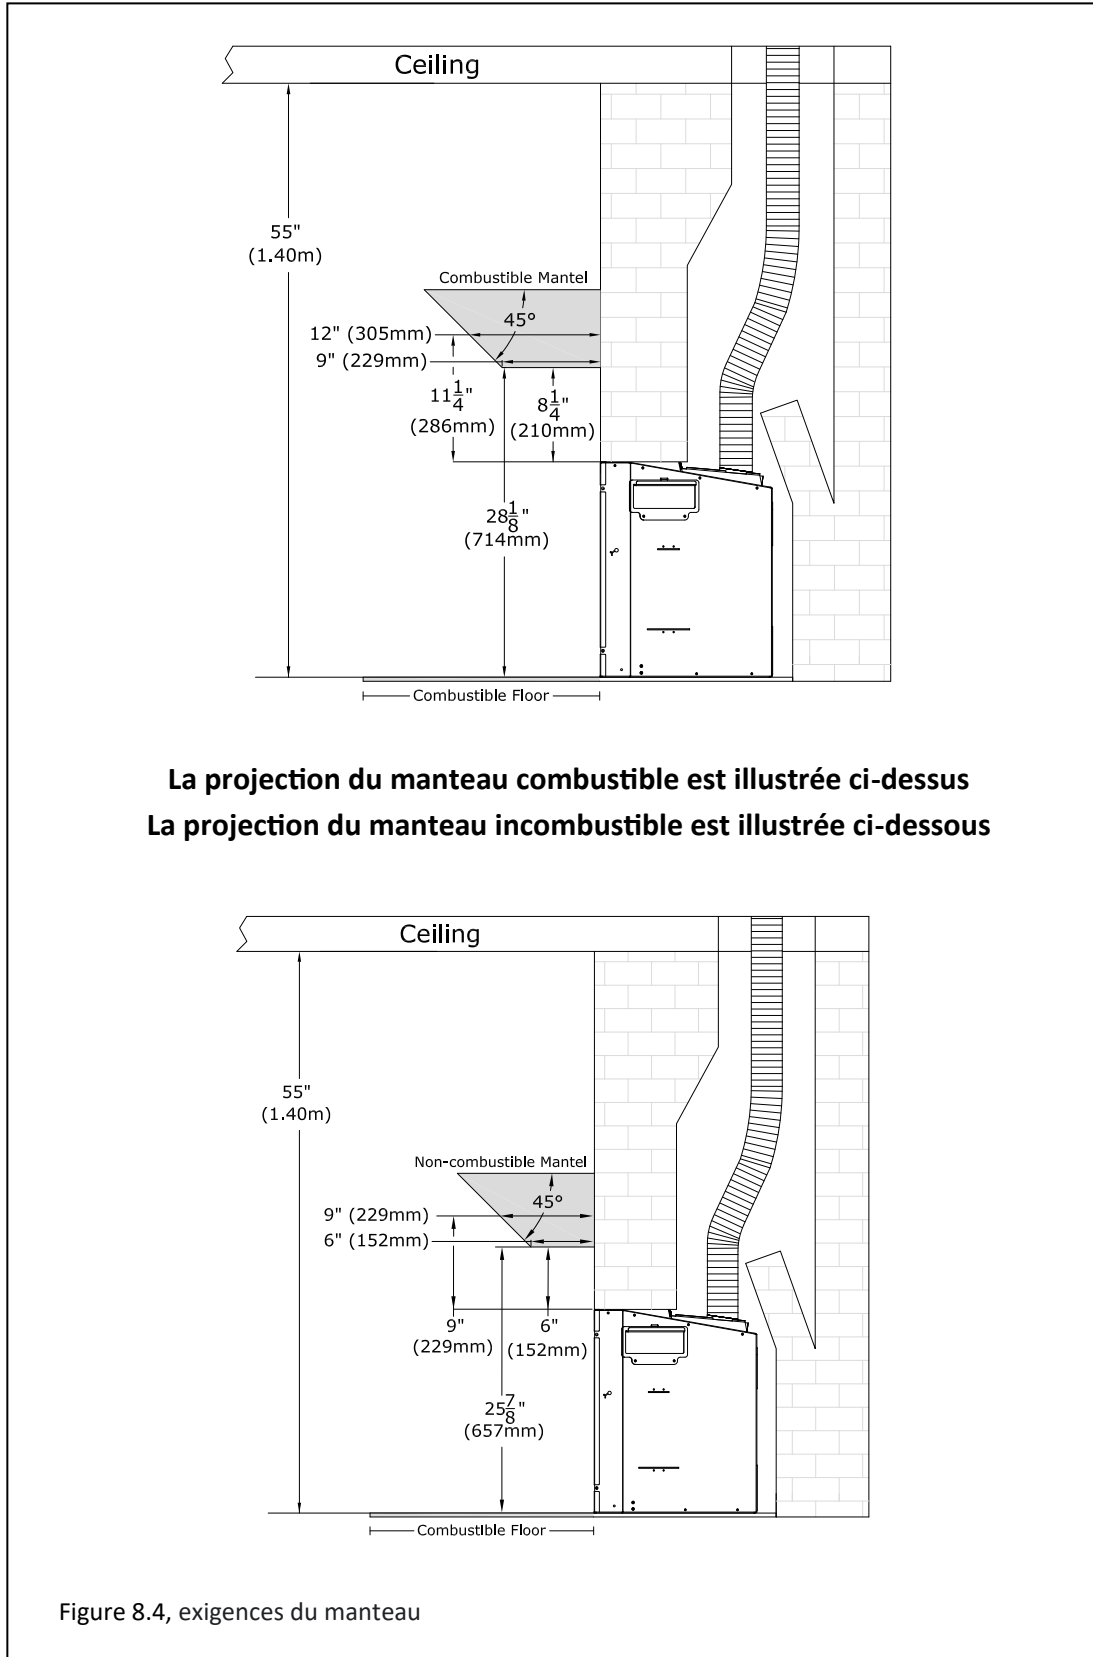

Figure 8.4, exigences du manteau
- Projections du manteau combustible : Comme indiqué à la Figure 8.4 (page 25), un manteau de 9 po (229 mm) peut commencer à 8-1/4 po (210 mm) au-dessus du dessus de l'appareil. Les projections du manteau peuvent augmenter de 1 po (25 mm) de profondeur pour chaque 1 po (25 mm) de hauteur à partir du manteau de 9 po (229 mm).
- Projections de manteaux non combustibles : Comme indiqué sur la figure 8.4 (page 25). Un dégagement vertical minimal de 6" (152mm) au-dessus de l'appareil jusqu'à une profondeur maximale de 6" (152mm) d'un manteau non combustible. Suivre la projection de 1" (25mm) pour chaque 1" (25mm) de profondeur.